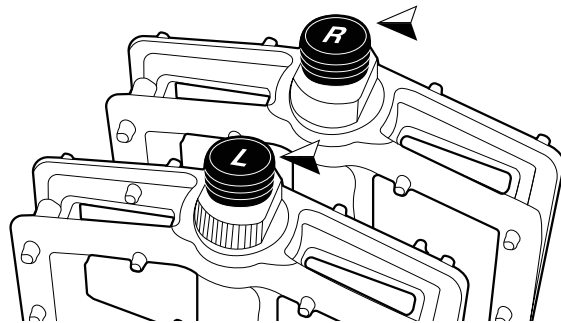

Figure 13. Repère «R» (Right = Droite) et «L» (Left = Gauche)
2. Vissez la pédale de droite (repère « R » sur la pédale, pédale sans rainures, voir Figure 13) dans le sens des aiguilles d'une montre sur la manivelle côté plateau du pédalier.
3. Visser la pédale de gauche (repère « L » sur la pédale, pédale avec rainures voir Figure 13) dans le sens inverse des aiguilles d'une montre sur la manivelle gauche.